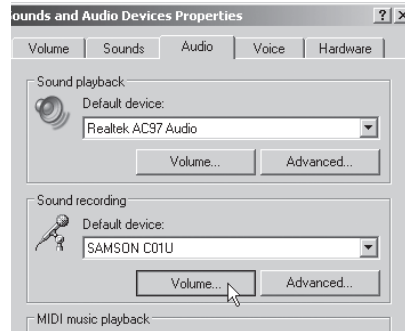

Abb. 3
3. Wählen Sie im Audio-Register das Samson C01U als "Standardgerät" für die "Sound-Aufnahme". Das Standardgerät wird in einfachen Programmen benutzt, z. B. Teleconferencing oder Sound Recorder. Bei den meisten professionellen Audioprogrammen können Sie im Programm selbst wählen, welches Gerät (oder mehrere Geräte) benutzt werden soll(en). Um die computergesteuerte Verstärkung einzustellen, klicken Sie auf den Volume-Button (Abb. 3).